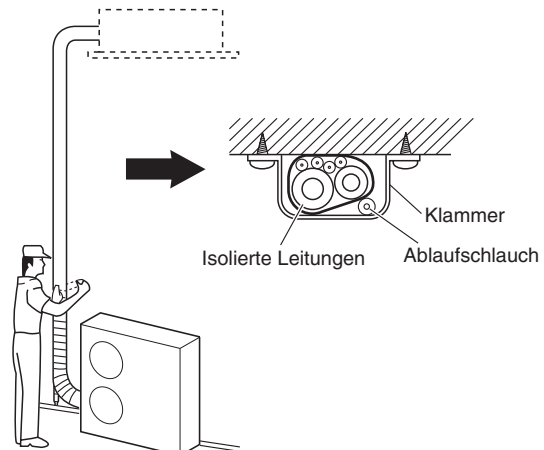

Abb. 5-9
- (1) Die Kühlmittleitungen (und die elektrischen Kabel, falls die örtlichen Vorschriften dies erlauben) sollten mit Bewehrungsband in einem Bündel zusammengelegt werden. Um zu verhindern, dass durch Kondensationsbildung die Ablaufwanne überläuft, muss der Ablaufschlauch von der Kühlmittleitung getrennt verlegt werden.
- (2) Das Bewehrungsband von der Unterseite des Außengeräts bis zum Ende der Leitung am Eingang zur Wand anbringen. Beim Umwickeln das Band jeweils um eine halbe Bandbreite überlappen.
- (3) Die gebündelten Leitungen an der Wand befestigen, wobei im Abstand von ungefähr einem Meter jeweils eine Halterung zu verwenden ist. (Abb. 5-9)